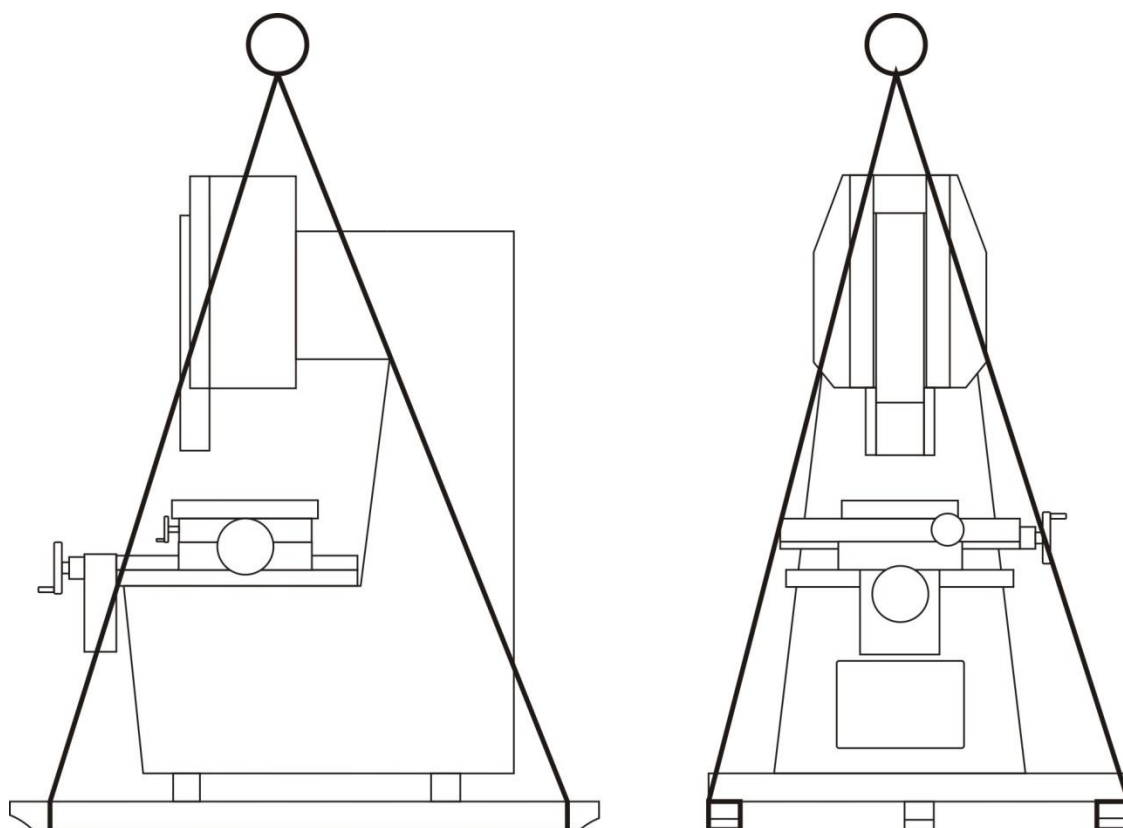

fig. 6
1. Con una grúa, pasando las cuerdas como se muestra en la fig.6